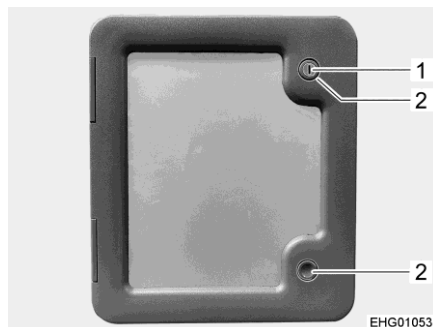

Fig. 111 Portillon (réservoir à matières fécales)
- Ouvrir le portillon du réservoir à matières fécales à l'extérieur du véhicule. Insérer pour ce faire la clé dans le barillet (Fig. 111,1) du verrou de pression et la tourner d'un demi tour dans le sens inverse des aiguilles d'une montre.
- Appuyer simultanément sur les deux verrous de pression (Fig. 111,2) et ouvrir le portillon extérieur.